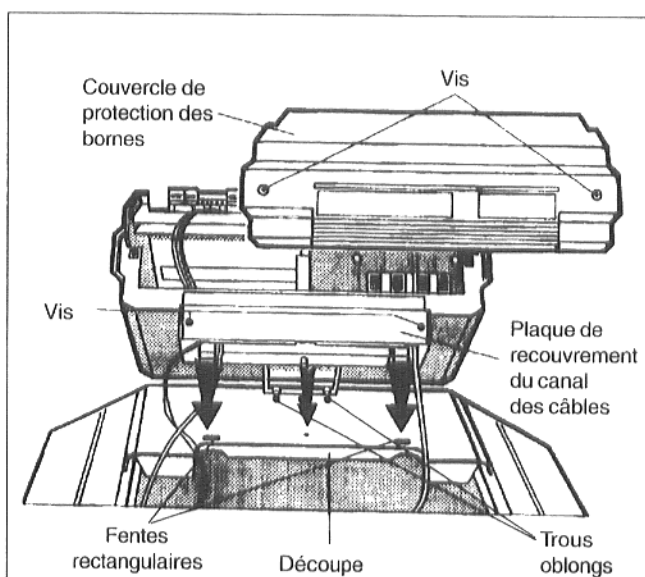

Fig. 16
- Pour HS 3320 uniquement. Dévisser les deux vis de la plaque de recouvrement du canal câbles (fig. 16). Retirer la plaque de recouvrement.
- Poser l'appareil de régulation sur le capot avant, de façon à ce que les crochets situés sous l'appareil de régulation s'emboîtent dans les trous oblongs de l'avant (Fig. 16). Poser dans la découpe du capot avant de la chaudière (Fig. 16), les capillaires de la sonde de température et, pour la régulation «Ecomatic», les fils conducteurs de la sonde de température de l'eau de la chaudière.
- Tirer l'appareil de régulation vers l'avant ; en appliquant d'une main une légère contre-pression par en-dessous sur le capot avant de la chaudière, exercer sur l'appareil de régulation une pression vers le bas jusqu'à ce que les deux crochets élastiques s'enclenchent dans les fentes rectangulaires arrières (Fig. 16).